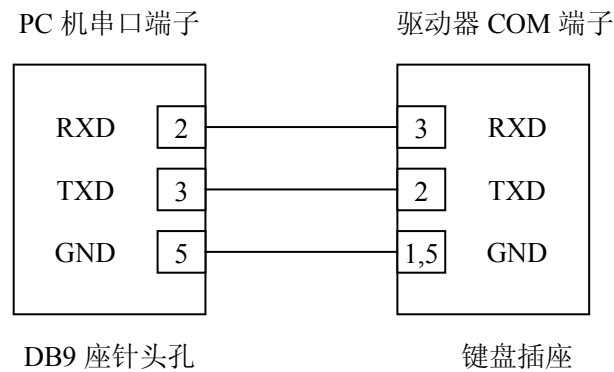

图10.1 串口通讯联接示意图
- 1) 用通讯电缆连接伺服串行接口与主微型计算机或本公司生产的世纪星数控装置串口，通讯电缆的制作如图10.1所示，伺服串口端接口定义参照“第五章 接线”。